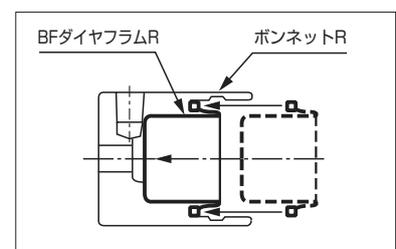

Fig.26
- ⑥ a) BFダイヤフラムRを装着時の状態 (Fig.8) で圧力側の方からボンネットRの凹側から挿入し、BFダイヤフラムRのビード部をボンネットRのビード座に正しくはめ込む。(Fig.26)